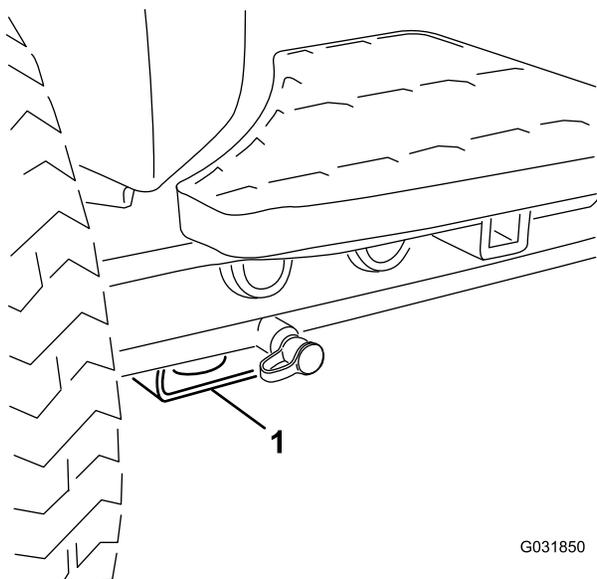

図 71
- 前各前輪の内側、アクスルチューブの下にある四角いパッド(図 71)